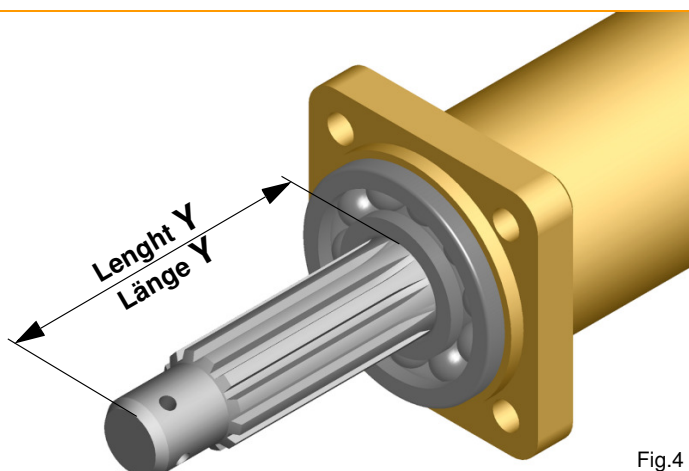

Fig.4
2. Check the length of the splined end of the axle shaft, shown in Fig. 4 as Length **Y**. There are two possible lengths.
2. Überprüfen Sie die Länge **Y** der Antriebswelle (Fig. 4).